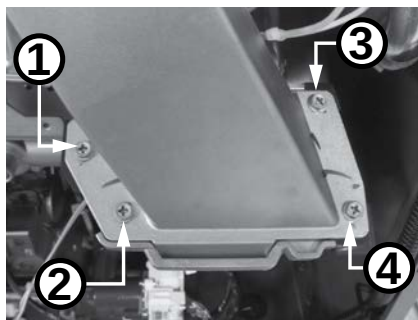

Figura 104 - Retire los tornillos del conjunto de ventilador.
11 Ubique los cuatro (4) tornillos que fijan el conjunto de ventilador al conjunto de quemador, como se muestra en la Figura 104. Use un destornillador Phillips para retirar los tornillos. Deje los tornillos a un lado en un lugar seguro para volver a instalarlos.